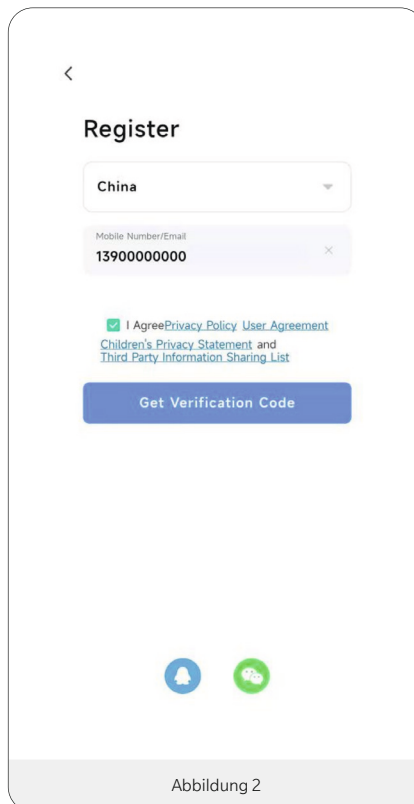

Abbildung 2
2. Das System erkennt automatisch Ihr Land / Ihre Region. Sie können Ihre Ländervorwahl auch manuell auswählen. Geben Sie Ihre Handynummer / E-Mail-Adresse ein und tippen Sie auf „Bestätigungscode anfordern“, wie in Abbildung 2 gezeigt.